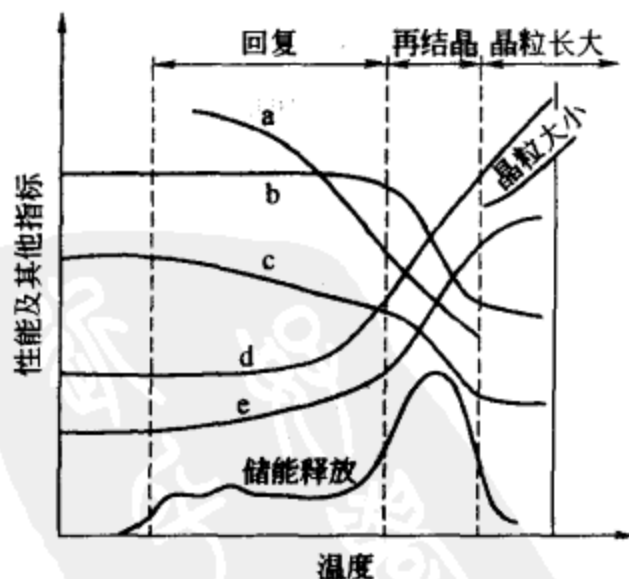

图 5 冷变形金属退火时某些性能的变化
5. 图 5 示出了冷变形金属在退火过程中亚晶粒尺寸、密度、硬度、电阻率、内应力等性能与温度的关系曲线，试指出 a 为 ____，b 为 ____，c 为 ____，d 为 ____，e 为 ____。